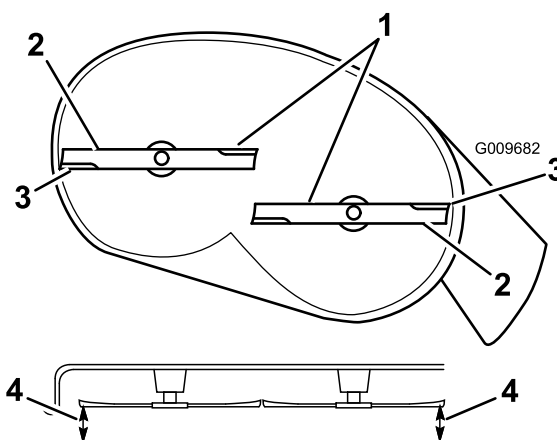
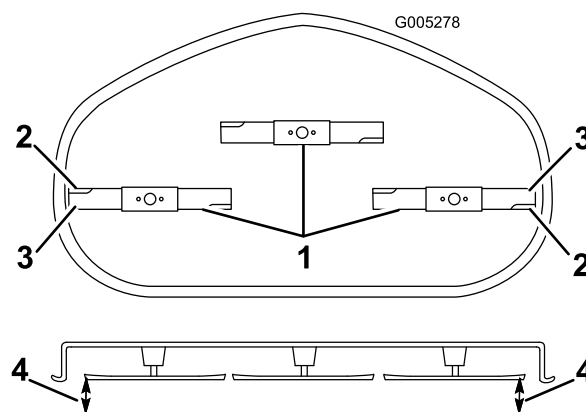

Figura 60
Figura 61
4. Gire cuidadosamente las cuchillas hasta que estén todas orientadas lateralmente (Figura 60 y Figura 61).
5. Mida entre los bordes de corte exteriores y la superficie plana (Figura 60 y Figura 61). Si hay una diferencia de más de 5 mm entre ambas dimensiones, se requiere un ajuste; siga con este procedimiento.